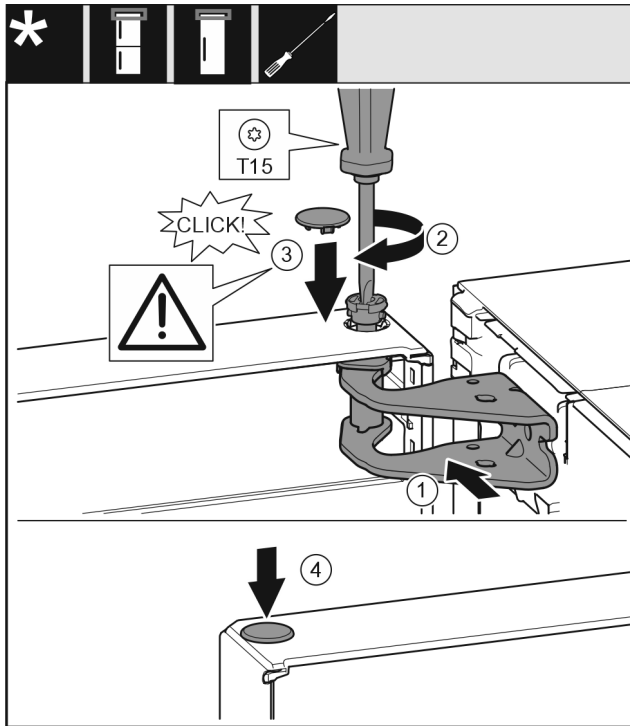

Fig. 58
- ▶ Igazítsa be az ajtót fent a csapágybak Fig. 58 (1) nyílásához.
- ▶ Helyezze be a csapszeget Fig. 58 (2), és húzza meg csavarhúzóval.
- ▶ Helyezze be a fedelet Fig. 58 (3).
- ▶ Ellenőrizze, hogy a fedél Fig. 58 (3) felfekszik-e az ajtóra.
- ▶ Helyezze be a fedelet Fig. 58 (4).